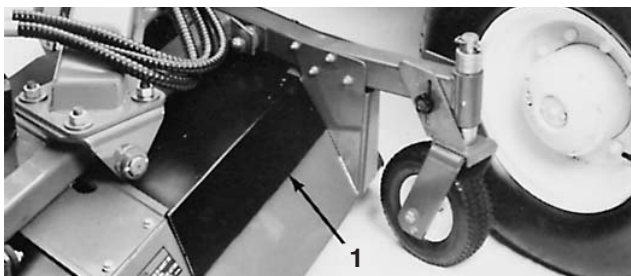
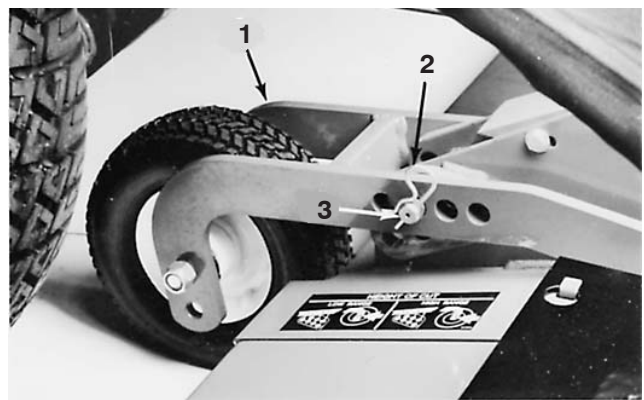

Bild 59
Bild 61
2. Nehmen Sie die Abdeckung der inneren Mähwerkriemenscheibe ab (Bild 59).
3. Nehmen Sie die Splints und Lastösenbolzen von den zwei (2) hinteren Laufrädern ab (Bild 61). Legen Sie den linken Lastösenbolzen zur Seite und setzen Sie den rechten in das vorderste Loch im Laufradarm rechts am Mähwerk (Bild 59). Der Laufradarm und der Stift sollten oben am Mähwerk aufliegen.